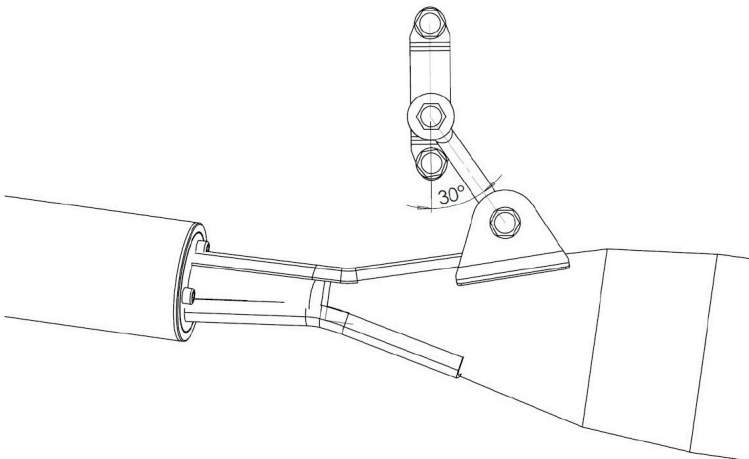

Fig 2
7. Fais glisser la fixation arrière vers l'arrière pour obtenir un angle de 30° (voir figure 2) et serre définitivement.
7. Slide the rear mount backward to obtain a 30° angle (see figure 2) and then fully tighten.
7. Die hintere Halterung nach hinten schieben, um einen Winkel von 30° zu erreichen (siehe Abbildung 2), und dann endgültig festziehen.